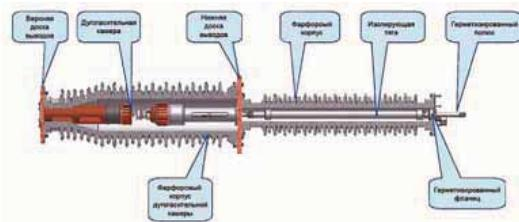

Рис. 5.1 Выключатель LW43-252
5.1.1 Выключатель LW43-252 (см. рис. 5.1, 5.2) имеет три полюса. Каждый полюс состоит из прерывателя, опорного изолятора, изолирующей штанги и т.д. В прерывателе использован принцип гашения дуги расширявшимся газом, при котором горячий газ поступает в камеру теплового расширения, образуя газ высокого давления при использовании энергии дуги при отключении высокого тока. Когда ток, превышающий норму, выдувает дугу из камеры теплового расширения быстро выходит горячий газ. При отключении малого тока газ, сжатый в компрессионной камере, гасит дугу (подробнее см. п. 5.2). Прерыватель каждого полюса содержит абсорбент для поглощения влаги. Выключатель снабжен пружинным приводом с моторизованным вводом, который размещается в шкафу, установленном на бетонном фундаменте. В верхней части привода располагается однополосный прерыватель.